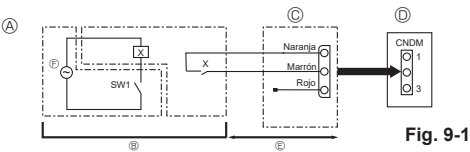

Fig. 9-1
- ① Ejemplo de diagrama de circuito (Función de demanda)
- ② Disposición en la instalación
- ③ Adaptador de entrada externa (PAC-SC36NA-E)
- ④ Cuadro de control de la unidad exterior
- ⑤ Máx. 10 m, 32 ft
- ⑥ Fuente de alimentación del relé
9.1. Modo de bajo ruido (modificación in situ) (Fig. 9-1)